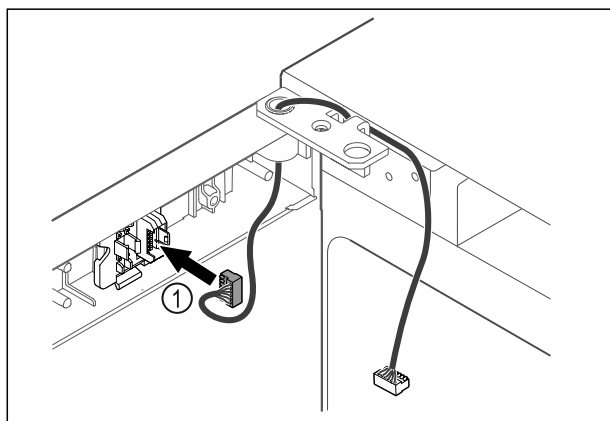

Fig. 45
- Enchufar el conector Fig. 45 (1) en su soporte.